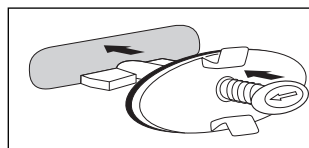

Bild 4
- Vid avlånga överlopp trycker du in spännstiftet och sätter låsspaken i rätt vinkel mot stiftet (Bild 4).